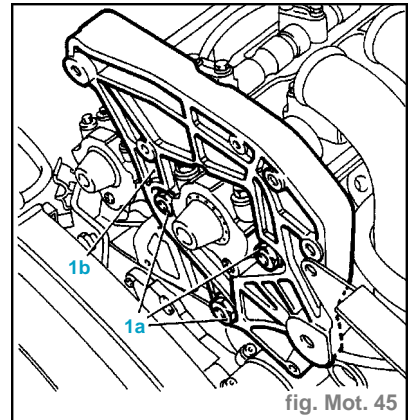

fig. Mot. 45
- Dévisser les écrous (1a) puis déposer de la culasse arrière la support du tirant de réaction (1b) (fig. Mot. 45).